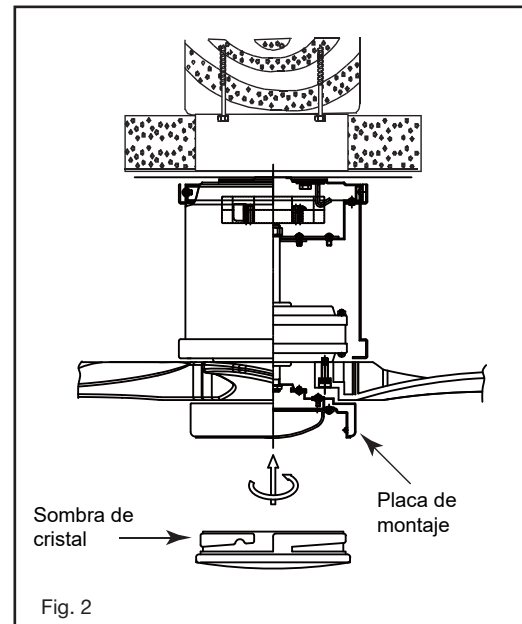

Fig. 2
- 2 Levante el anillo decorativo contra el soporte de montaje, los cuatro soportes dentro del anillo decorativo deben colocarse contra las cuatro ranuras del soporte de montaje, gire el anillo decorativo en sentido horario hasta que quede ajustado (Fig. 2).
- 2 Mientras sostiene el kit de luz LED debajo de su ventilador, realice las conexiones del enchufe polarizado: (Fig. 2)